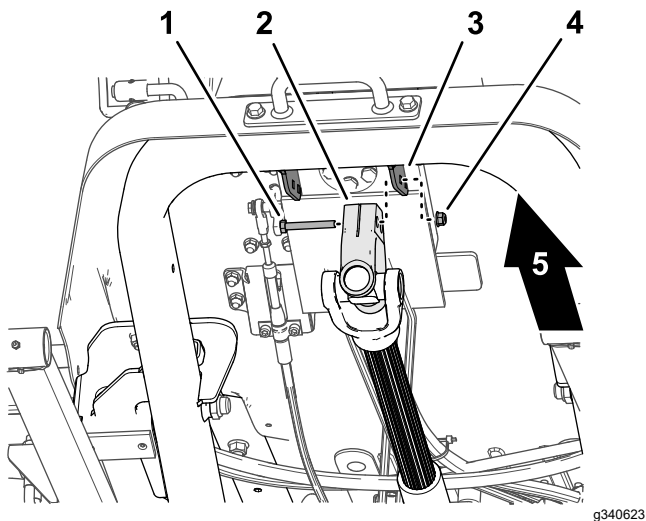

图 17
1. 在支撑驱动轴的同时卸下将驱动轴轴固定到转向阀安装支架 图 17 的平头螺丝和锁紧螺母然后小心地降低驱动轴。